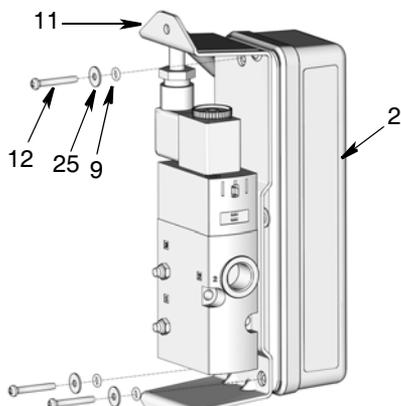

ABB. 33
3. Die Schrauben (12), Unterlegscheiben (25) und O-Ringe (9) zur Befestigung der PLS-Halterung (11) am Gehäuse (2) entfernen (ABB. 33).